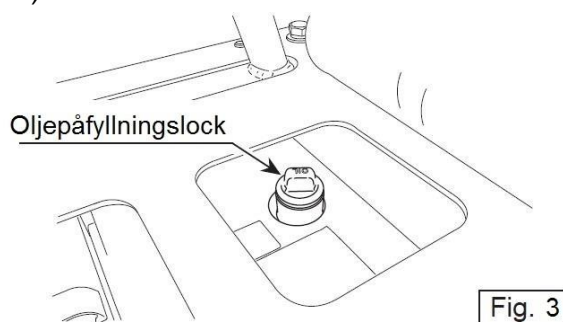

Fig. 3
*Fyll på sakta vid påfyllning uppifrån (Hatz 1B20). Om en stor mängd olja hålls på en gång kan den rinna över. (Fig. 3)